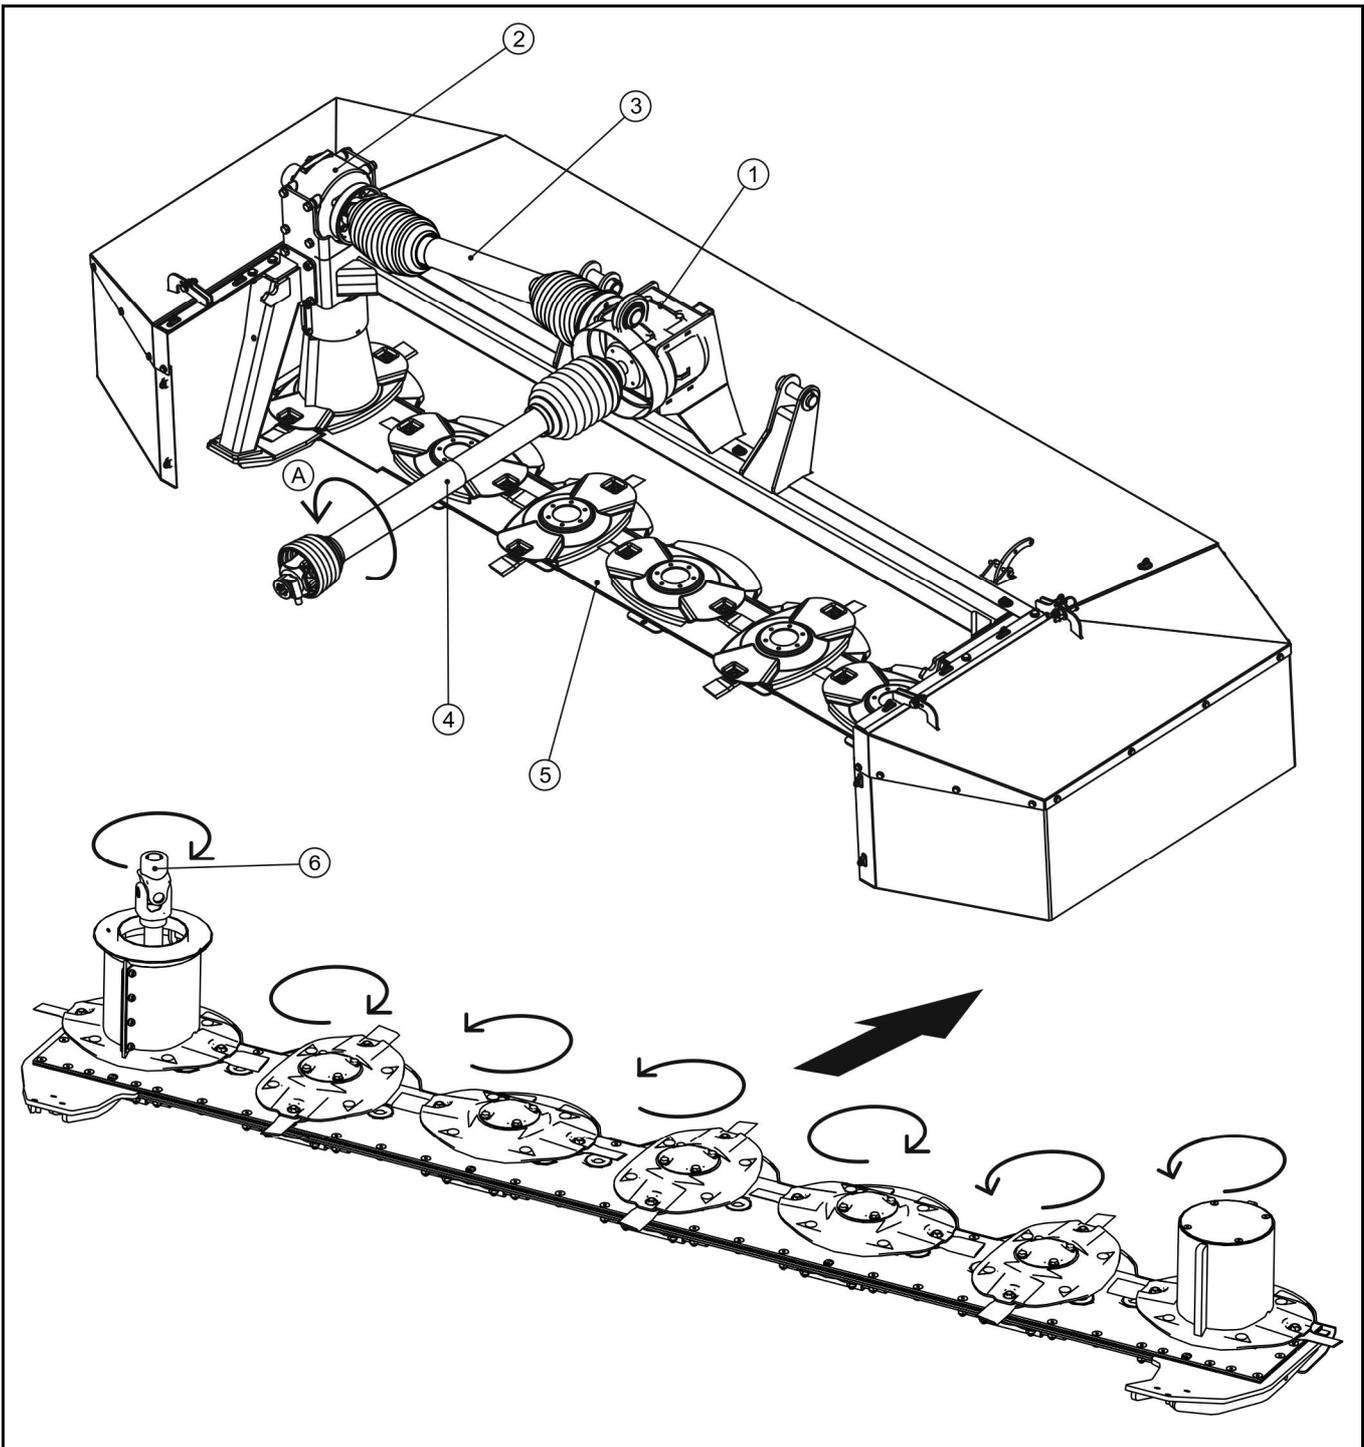

ABBILDUNG 3.4 Getriebemechanismus
Die PDF300 Mähmaschine ist für den Betrieb mit einer Zapfwelldrehzahl von 1000 U/min ausgelegt und eignet sich für den Anschluss an Traktoren, deren Drehrichtung (A) (ABBILDUNG 3.4) von der Vorderseite des Traktors aus gesehen im Uhrzeigersinn ist. Wenn die Maschine an einen Traktor mit entgegengesetzter Drehrichtung der Zapfwelle angeschlossen werden soll, muss das zentrale Getriebe der Mähmaschine (1) ausgebaut und um 180° gedreht werden - siehe KAPITEL 4.3 "ANSCHLUSS AN DEN TRAKTOR".